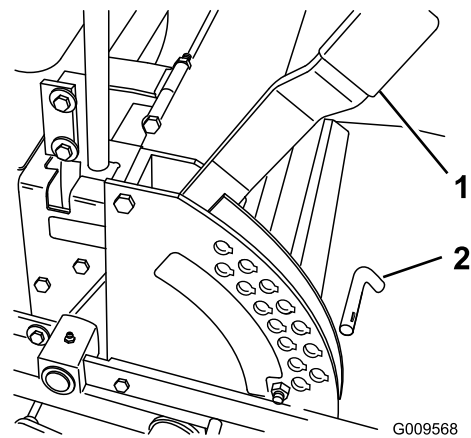

Figure 28
1. Élevez le levier de sélection de hauteur de coupe en position de **TRANSPORT** (qui correspond aussi à la hauteur de coupe de 127 mm [5 po]) (Figure 28).
2. Pour changer la hauteur de coupe, retirez l'axe du support de hauteur de coupe (Figure 28).
3. Insérez l'axe dans le trou du support correspondant à la hauteur de coupe voulue (Figure 28).